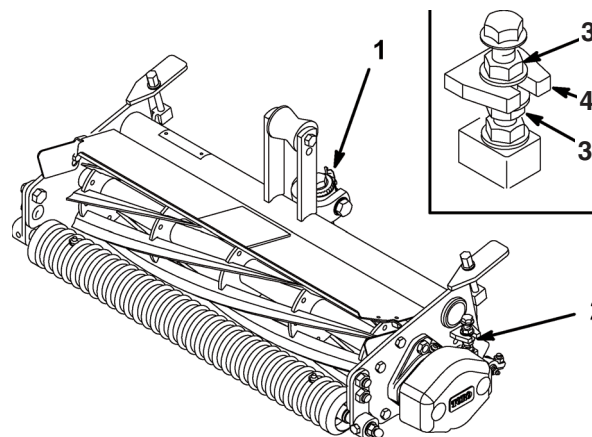

Fig. 2
2. Sørg for, at kontakten med knivcylindren fjernes ved at dreje bundknivens justeringsknap mod uret (Fig. 2).
5. Drej flangemøtrikkerne (Fig. 2, indsat) foroven og forned på rammemærkatet, med eller mod uret, for at hæve eller sænke enden af bundtværstangen, som nødvendigt. Den nederste flangemøtrik må ikke løsnes. Stram flangemøtrikkerne mod rammemærkatet, når den ønskede justering er opnået.